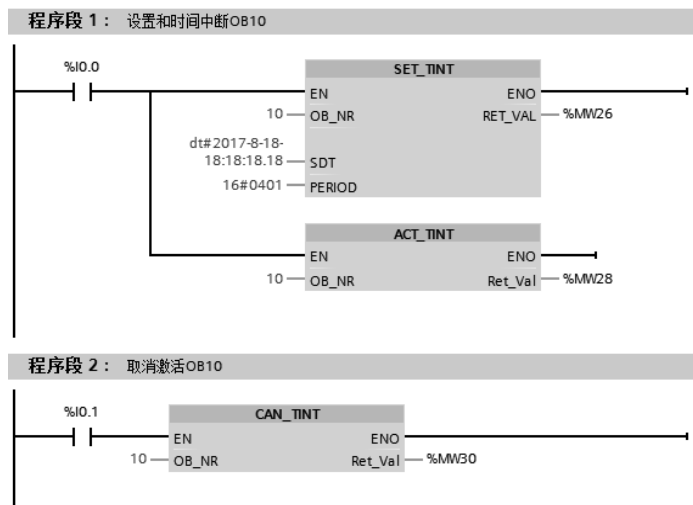
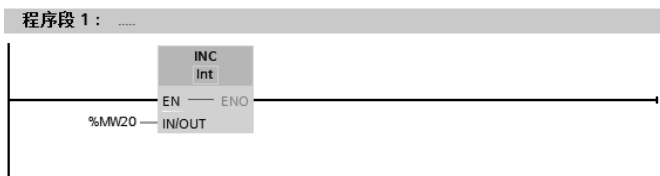

图 5-52 OB1 中的程序
图 5-53 OB10 中的程序
② 主程序在 OB1 中，如图 5-52 所示，中断程序在 OB10 中，如图 5-53 所示。